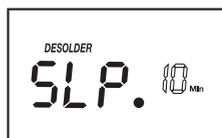

Рис. 4
2. Нажмите и удерживайте функциональную кнопку демонстрационной станции около 2 секунд, чтобы войти в интерфейс. Нажмите функциональную кнопку демонстрационной станции еще раз, чтобы войти в интерфейс настройки спящего режима. На дисплее отобразится значение, показанное на Рис. 4 с мигающей цифрой 10.